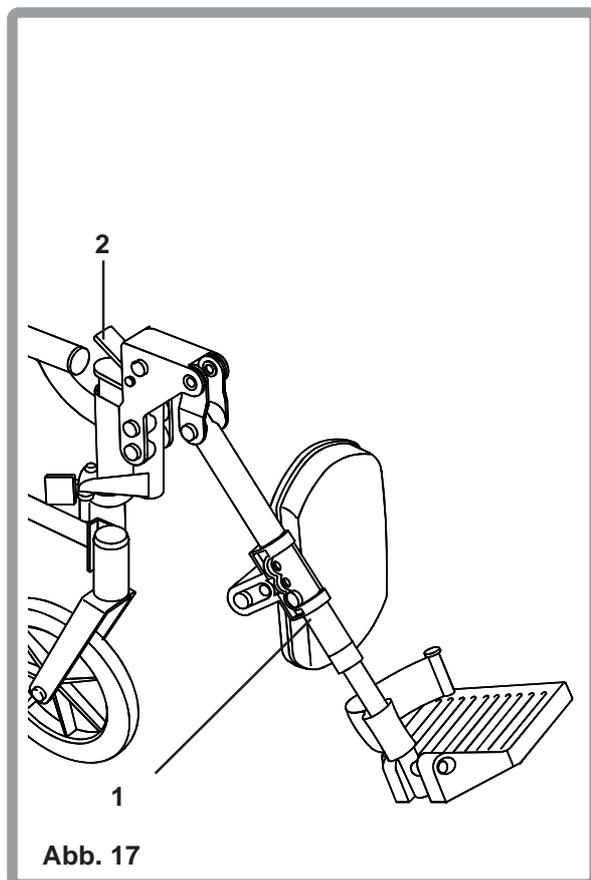

Abb. 17
Die Fusstützen (ALR) rasten automatisch ein, wenn sie angehoben werden. Um sie zu senken, während Sie in Ihrem Stuhl sitzen, drücken Sie den Auslösehebel (2) nach vorne und senken Sie die Stützen (1) in die gewünschte Position. Sie rasten dann automatisch ein (Abb. 17).